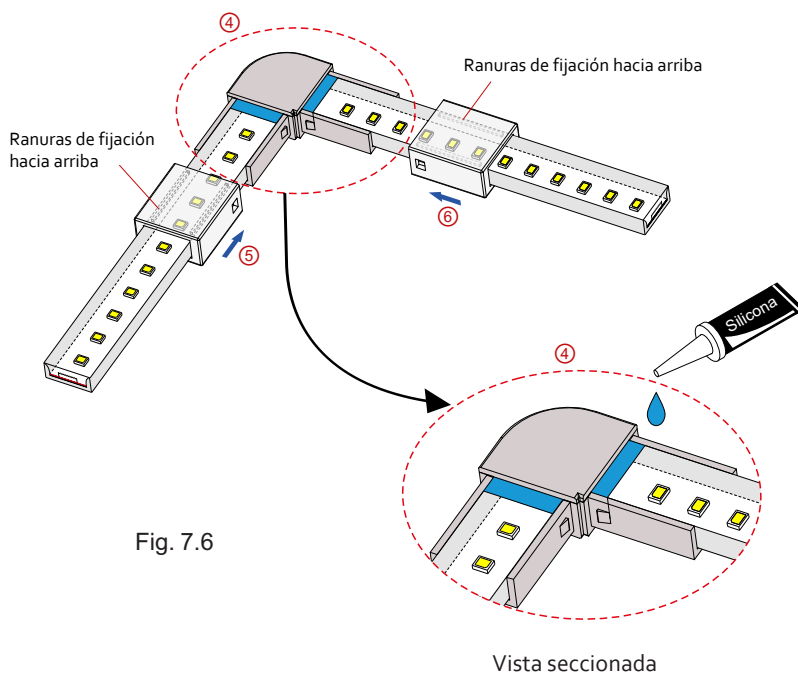

Fig. 7.6
- Fig. 7.6 — Inserte correctamente el pegamento adhesivo de silicona y para conseguir estanqueidad IP65.